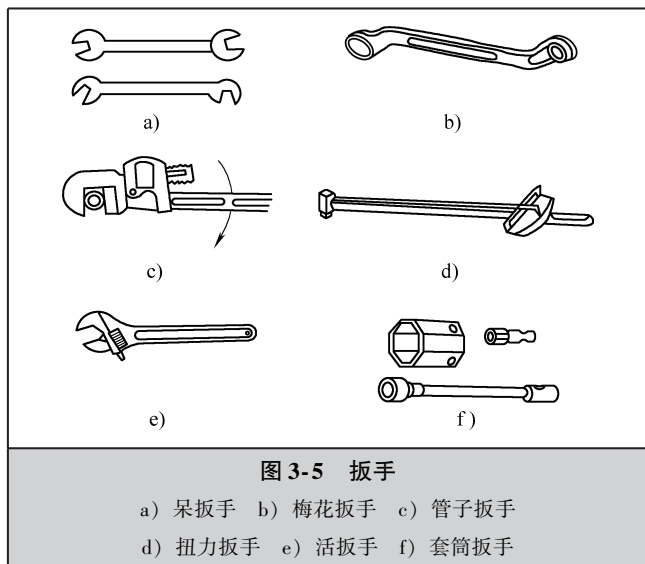

图 3-5 扳手
(4) 扳手 扳手是用于拆装带有棱角的螺母或螺栓的工具，有呆扳手、梅花扳手、管子扳手、活扳手、套筒扳手、扭力扳手等多种，如图 3-5 所示。